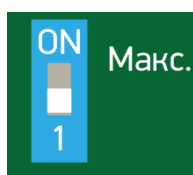

Рисунок 7.28
– установить нижний диапазон чувствительности (рисунок 7.28);